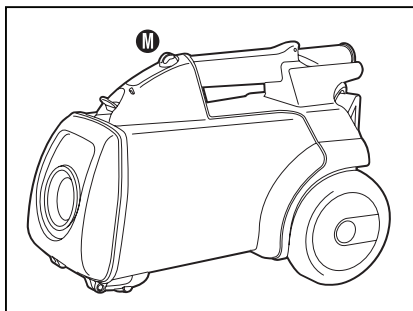

Fig. 8
Étape: Poussez le bouton de marche-arret **M**. Appuyez une fois pour mettre en service. Appuyez une nouvelle fois pour arrêter (Fig. 8).
Étape 5: Poussez le bouton de marche-arret **M**. Appuyez une fois pour mettre en service. Appuyez une nouvelle fois pour arrêter (Fig. 8).